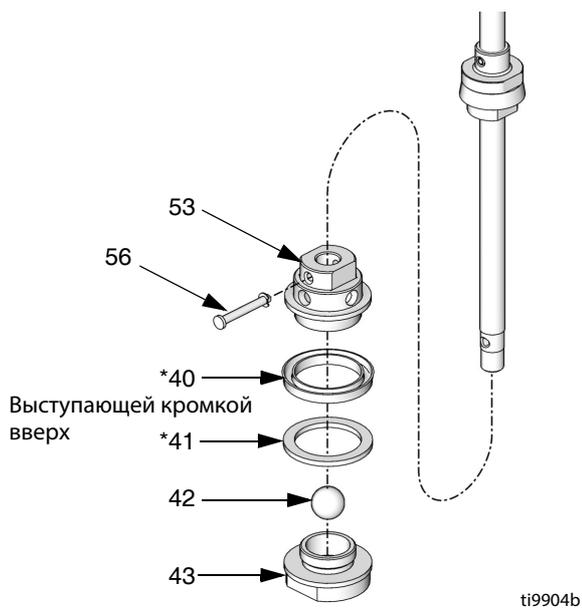

Рис. 20
8. Снимите штифт (56). Снимите поршневой клапан. Вывинтите поршневой клапан (43) из корпуса поршня (53). Снимите износное кольцо (41*), уплотнение П-образного сечения (40*) и шарик (42). Осмотрите все детали на наличие повреждений. См. Рис. 20.